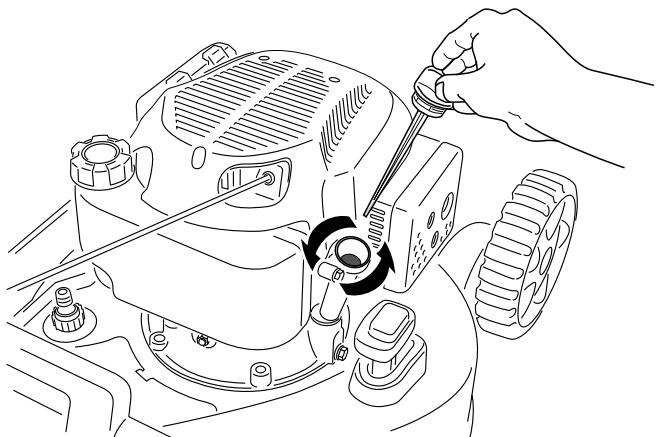

Figura 25
- Retire la varilla girando el tapón en el sentido contrario a las agujas del reloj y tirando del mismo (Figura 25).
- Ponga la máquina de lado (de modo que el filtro de aire quede hacia arriba) para drenar el aceite usado a través del tubo de llenado de aceite (Figura 25).